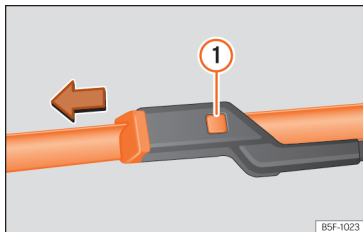

Fig. 191 Înlocuirea lamelor ștergătoarelor de parbriz
- Apăsând și mențineți apăsat butonul de deblocare » » » **fig. 191** ① și trageți ușor de lamă în sensul săgeții.